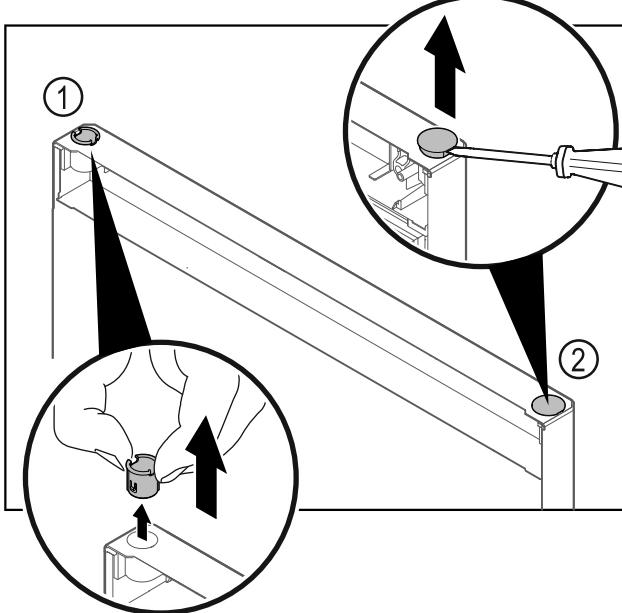

Fig. 26
- ▶ Τραβήξτε έξω την υποδοχή μεντεσέ Fig. 26 (1) με τα δάχτυλα.
- Ανασηκώστε προσεκτικά την τάπα Fig. 26 (2) με ένα ίσιο κατσαβίδι και τραβήξτε την έξω.